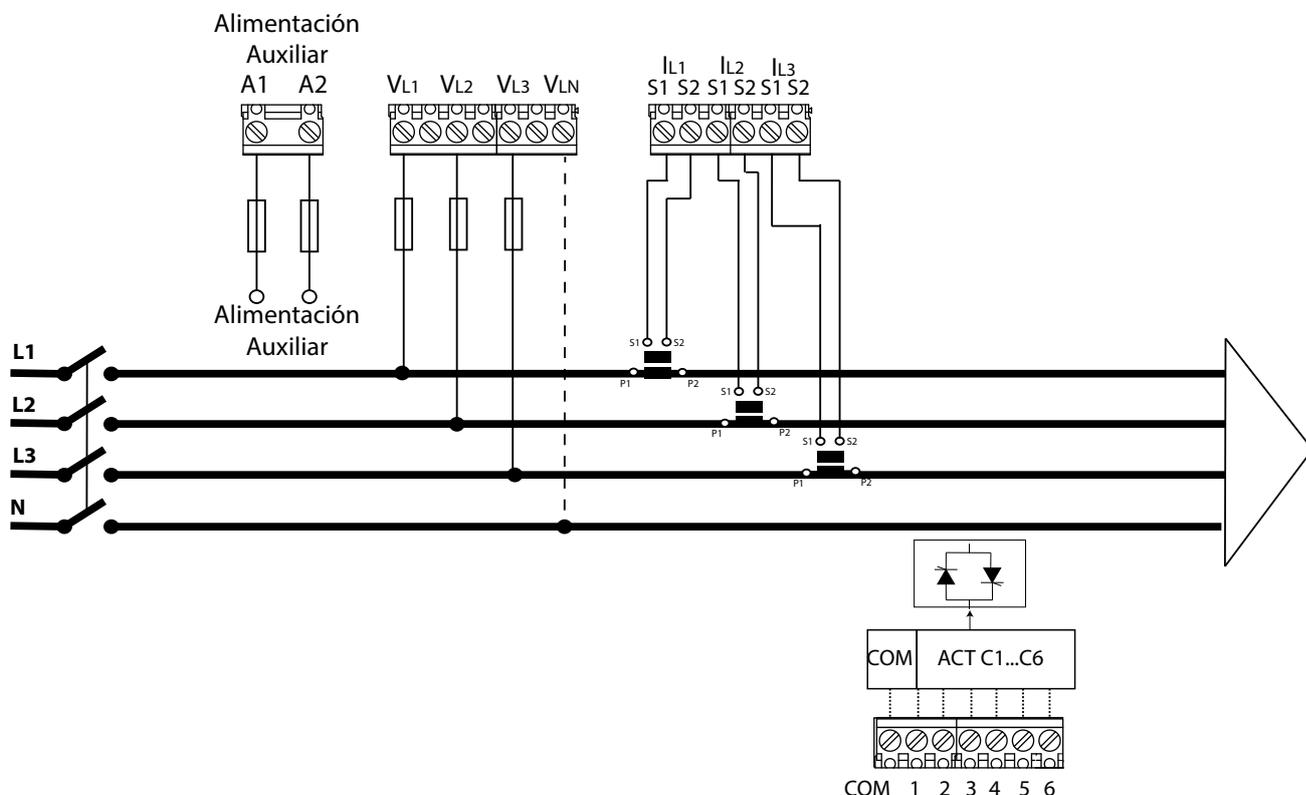

Figura 3: 3 tensiones + neutro y 3 corrientes, modelo Computer SMART III FAST 6.
**Nota :** La alimentación auxiliar puede conectarse Fase-Neutro ( como en la Figura 3) o Fase-Fase, siempre y cuando no se exceda el rango de alimentación ( ver “6.- CARACTERÍSTICAS TÉCNICAS”).